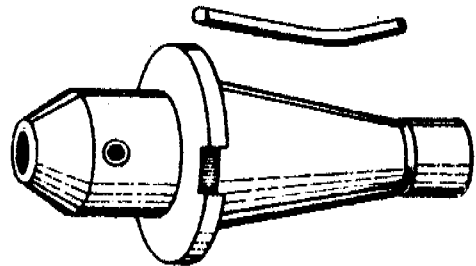

Figura 8
*Mandriles con agujero cilíndrico (Figura 8)*